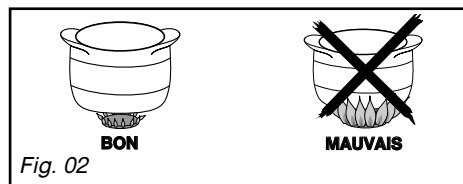

Fig. 02
– Réglez la couronne de flammes de façon que celles-ci ne débordent pas du pourtour du récipient (Fig. 02).
– Utilisez un récipient de taille adaptée : le diamètre du fond doit être égal ou supérieur au diamètre du foyer électrique (Fig. 02).